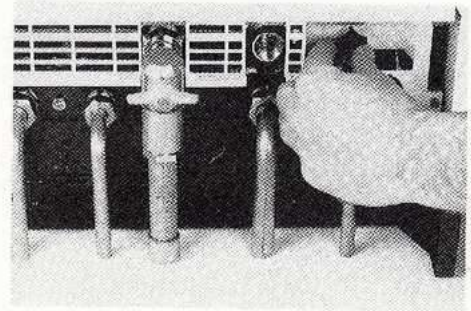

Fig. 3
**In nessun caso la pressione dell'acqua, indicata dal termidrometro (10) sul cruscotto, deve essere inferiore a 0,5 bar (5 m H2O) - campo rosso.**
Nel caso ciò avvenisse a causa di perdite nell'impianto o di spurghi d'aria ripetuti, si deve ripristinare la pressione minima, a freddo, di 1 bar (10 m H2O) - campo azzurro - aprendo per il tempo necessario il rubinetto di riempimento (12) posto sotto la caldaia (fig. 3). Dopo l'operazione, il rubinetto deve essere chiuso accuratamente.